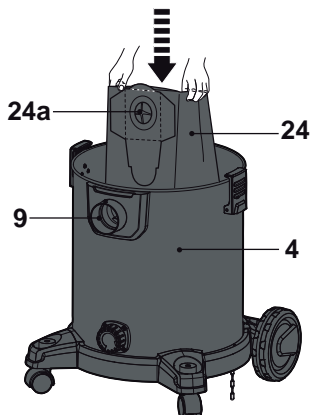

Fig. 7
- > Coloque o saco de pó (24) no depósito (4). Certifique-se de que a abertura do saco de pó (24a) fica colocada no topo.
- > Segure as abas laterais da abertura do saco de pó (24a) e deslize a abertura do saco de pó (24a) para a abertura interior da entrada de ar (9) (Fig. 7). Certifique-se de que a conexão está bem selada.